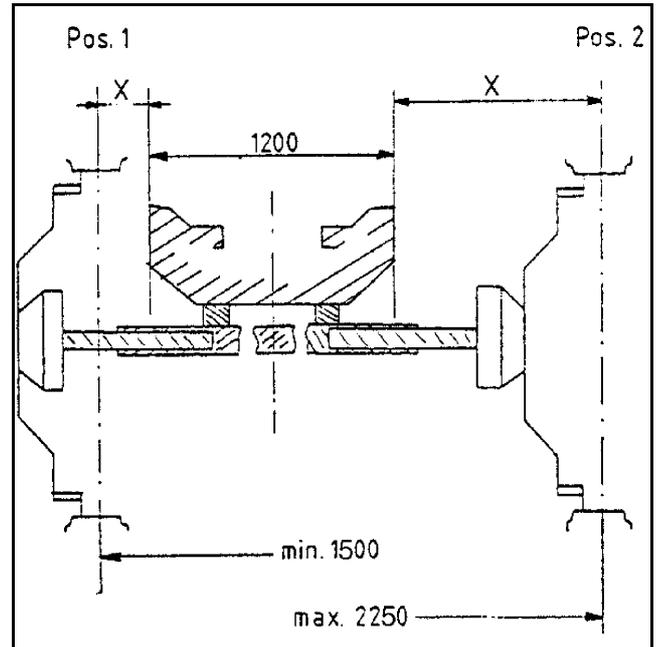

Fig. 4.3
- # Sens de montage des roues selon pos. 1 (fig. 4.3) : en continu de 1.500 mm jusqu'à 1.960 mm.
- # Sens de montage des roues selon pos. 2 (fig. 4.3) : en continu de 1.700 mm jusqu'à 2.250 mm.
Sur l'UG 4500 Nova, modifiez la largeur de la voie en montant les roues en conséquence (fig. 4.3):
Position 2: 2.250 mm (fig. 4.3)